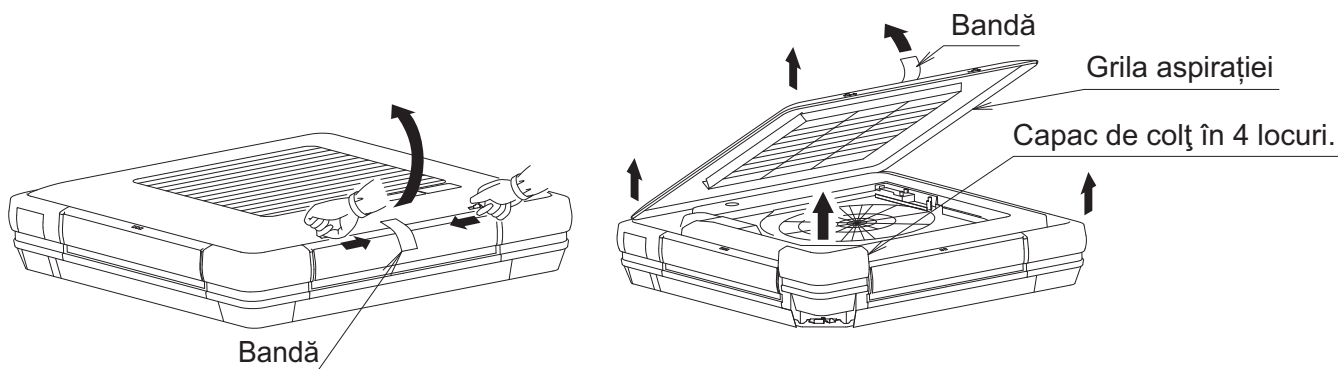

Fig. 8
**(3) Scoateți piesele de unitatea interioară.**
**Scoateți grila aspirației. (Consultați Fig. 8)**